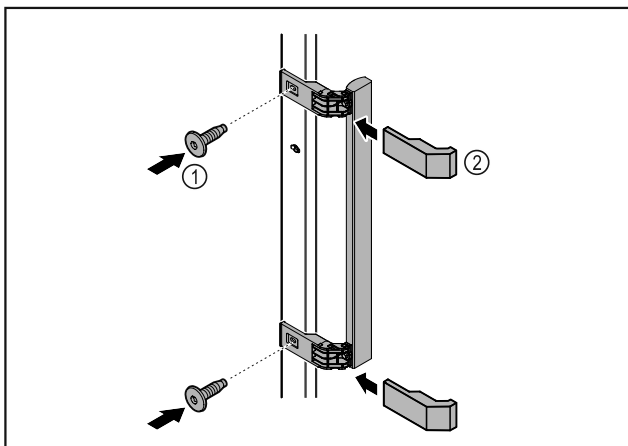

Fig. 9
- Plasser håndtaket som fulgte med, på døren med de vedlagte skruene Fig. 9 (1).
- Sett på dekslet Fig. 9 (2).